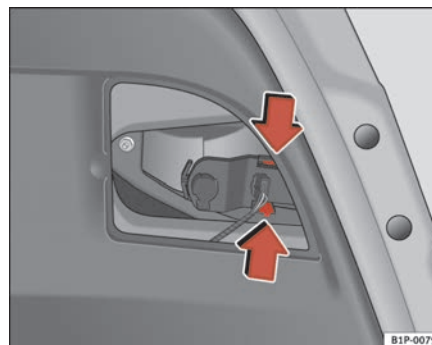

Abb. 172 Lampenfassung ausbauen
- Die Lampenfassung durch Eindrücken der Haltetaschen herausziehen ⇒ Seite 259, Abb. 172.